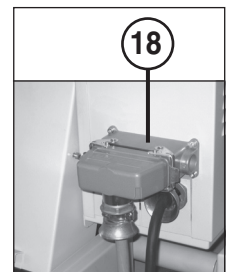

Fig. 4
6. Compensar as irregularidades do solo com a ajuda dos parafusos de compensação (20) (fig. 4).